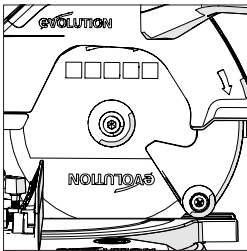

Fig. 5
**⚠ ADVERTENCIA:** Para reducir el riesgo de lesiones, retire siempre la batería de la máquina antes de realizar cualquier ajuste o mantenimiento. Compare la dirección de la flecha de rotación en la protección con la flecha de dirección en la hoja. Los dientes de la hoja siempre deben apuntar hacia abajo en la parte delantera de la sierra (Fig. 5). Compruebe el ajuste del tornillo del eje.